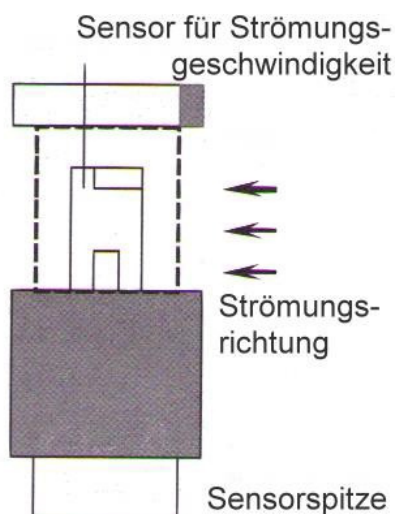

Fig 4
6. Nella parte superiore del sensore ci sono le frecce che corrispondono alla direzione del flusso (Fig. 4). Sulla schermata principale si visualizza la velocità del flusso e sulla schermata secondaria la temperatura.